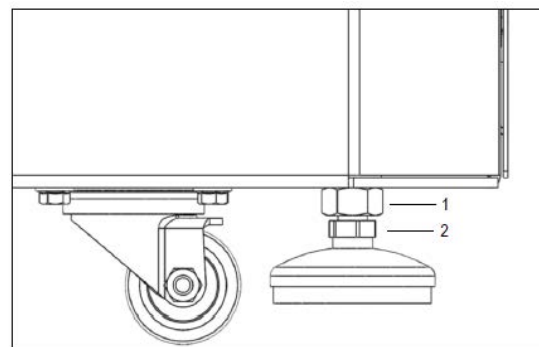

Figure. 10
- Déplacez la centrifugeuse à l'endroit prévu. Dévissez l'écrou de verrouillage (1) avec une clé plate AF M16 (voir la Figure 10).
- Tournez les pieds de l'appareil (2) vers le bas avec une clé plate AF M13 jusqu'à ce qu'ils soient fermement posés sur la surface du sol.
Desserrer complètement l'écrou de fixation du rotor (dévisser au-delà du point de résistance) et soulever le rotor verticalement hors de la centrifugeuse. (Voir les figures 10 et 11)